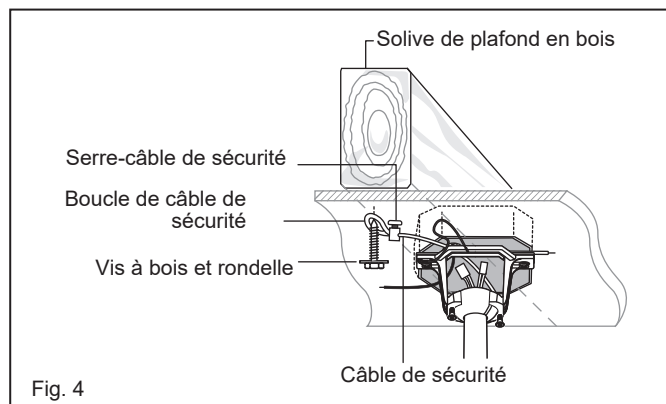

Fig. 4
**REMARQUE :** La languette opposée à l'ouverture du support de suspension doit s'insérer dans la fente de la boule. (Fig.4)
- 2 Connectez les fils noirs du commutateur dans le berceau A aux fils noirs dans le boîtier de commutation. Fil d'entrée chaud vers l'un des fils du commutateur du berceau. Le fil d'alimentation du ventilateur est connecté au fil de l'interrupteur restant. (Fig.4)